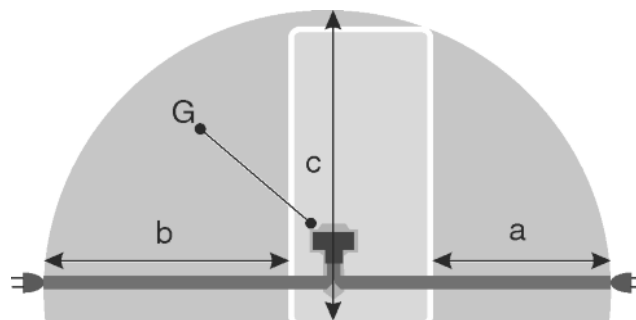

Fig. 22
- Розетка находится вне зоны задней стенки в данной зоне. Fig. 22 (a, b, c)
- ▶ Штекер устройства Fig. 22 (G) подсоединить с задней стороны устройства. Следить за правильной фиксацией.